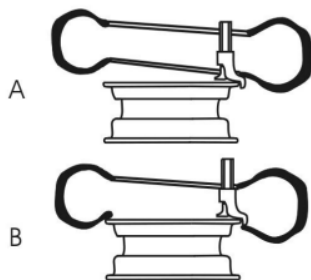

Abb.22
- Stellen Sie die relative Position zwischen dem Reifen und dem Montage-/Demontagekopf so ein, dass der Reifenwulst den Montage-/Demontagekopf überquert. Am Ende des Montage-/Demontagekopfs sollte der Reifenwulst wie in Abb.22-A1 dargestellt auf dem Montage-/Demontagekopf platziert werden. Am Anfang des Montage-/Demontagekopfs sollte der Reifenwulst unter der ballförmigen Erhebung des Montage-/Demontagekopfs platziert werden (siehe Abb.22-B).